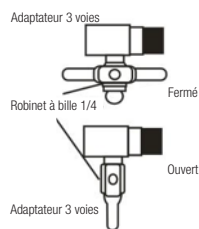

FIGURE A-3
3. Installez un robinet à bille métallique de 1/4" sur l'adaptateur de raccordement d'alimentation en eau (adaptateur à 3 voies) à l'aide d'une bande de téflon pour allumer / éteindre facilement (Figure A-3).